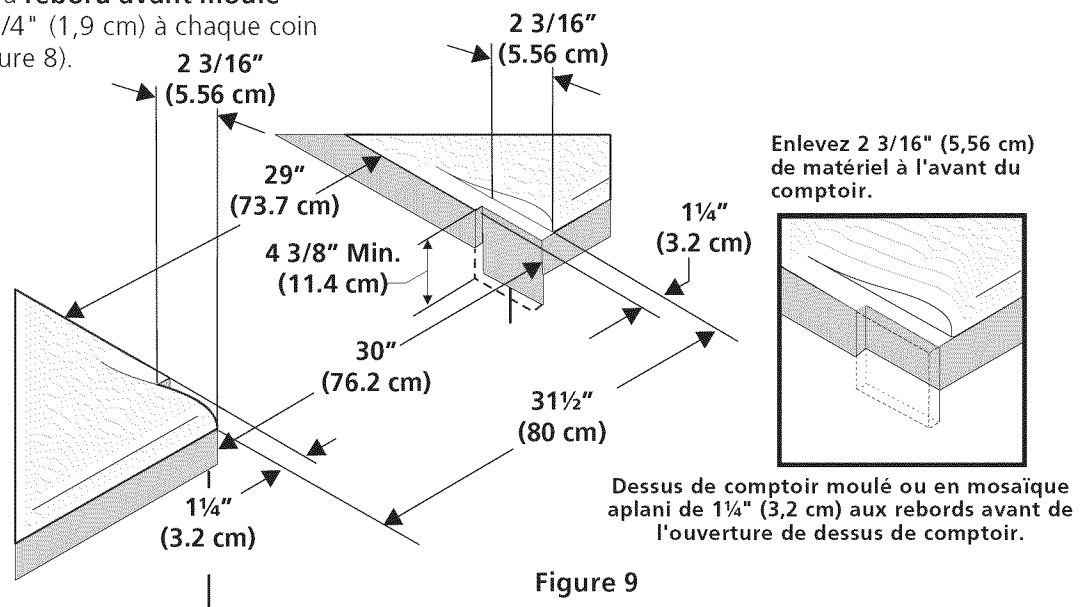

Figure 9
- **Pour les découpages actuels de 29" (73,7 cm) de largeur (Figure 9):**